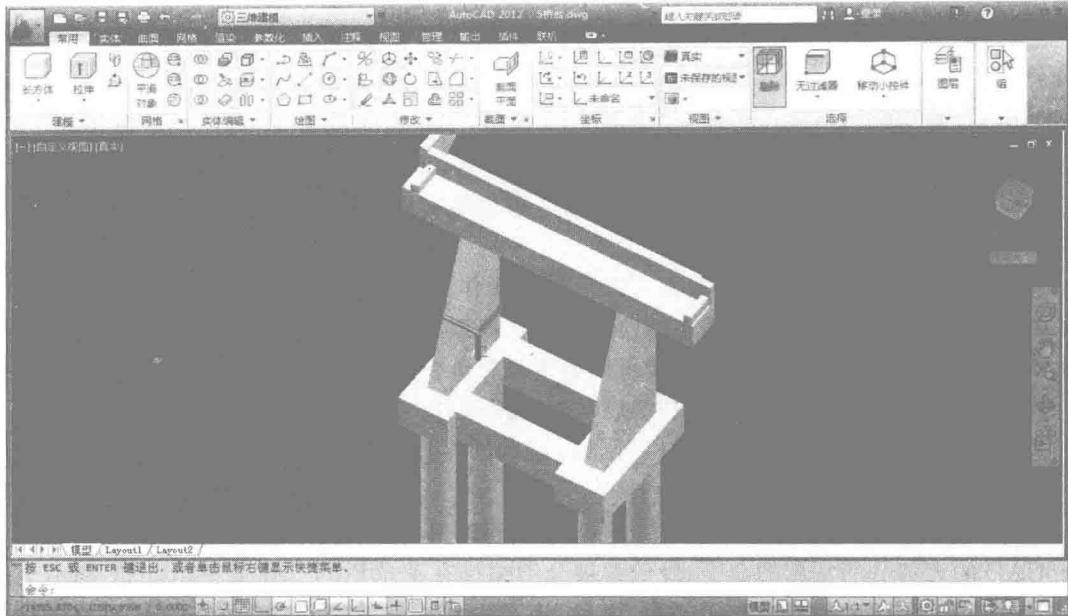

图 1-3 三维建模界面
③三维建模界面,提供了三维建模所需的大部分命令。如图 1-3 所示。